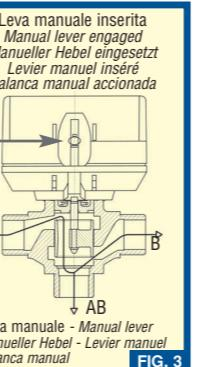

FIG. 3
**USO DELLA LEVA MANUALE** Sul fianco del servomotore si trova una leva che consente di posizionare manualmente l'otturatore in una posizione intermedia (Fig.3). La leva manuale può essere manipolata solo quando si trova nella posizione superiore. La valvola può essere aperta premendo con decisione la leva manuale sia via verso il basso sia verso l'interno, fino a bloccarsi in una posizione intermedia. La valvola è così aperta. Questo è utile nelle fasi di svuotamento e di caricamento dell'impianto o di mancata alimentazione. Il riamolo della leva da manuale ad automatico, avviene automaticamente qualora la valvola sia attivata con l'alimentazione elettrica.
**USING THE MANUAL LEVER** A lever is positioned on the side of the servomotor that permits manual positioning of the shut-off in an intermediate position (Fig. 3). The manual lever can only be maneuvered when it is in its upper position. The valve can be opened by firmly pressing the manual lever both down and in until it locks in an intermediate position. The valve is open in this position. This is useful when filling or emptying the system or when there is a power failure. The lever is automatically reset from manual to automatic whenever the valve is electrically activated.
**BENUTZUNG DES MANUELLEN HEBELS** Seitlich am Servomotor befindet sich ein Hebel, mit dem der Schieber manuell in eine Mittelstellung gebracht werden kann (Abb. 3). Der manuelle Hebel kann nur bedient werden, wenn er sich oben befindet. Das Ventil kann geöffnet werden, wenn der manuelle Hebel kräftig nach unten und nach innen gedrückt wird, bis er in einer Mittelstellung einrastet. Die Wege A und B sind somit geöffnet. Dies ist beim Entleeren und Füllen der Anlage oder bei fehlender Versorgung nützlich. Die Rückstellung des Hebels von manuell auf automatisch erfolgt automatisch, sobald das Ventil bei Stromversorgung aktiviert wird.
**UTILISATION DU LEVIER MANUEL** Sur le côté du servomoteur, se trouve un levier qui permet de positionner manuellement l'obturateur dans une position intermédiaire (Fig. 3). Le levier manuel ne peut être manœuvré que lorsqu'il se trouve en position haute. La vanne peut être ouverte en appuyant fermement sur le levier simultanément vers le bas et vers l'intérieur, jusqu'à son verrouillage en milieu de course. Les voies A et B sont alors ouvertes. Ceci devient utile lors des phases de vidange et de chargement de l'installation ou en cas de coupure de l'alimentation électrique. Le réarmement du levier du mode manuel à celui automatique a lieu automatiquement si la vanne est mise en service grâce à l'alimentation électrique.
**USO DE LA PALANCA MANUAL** En la parte lateral del servomotor se encuentra una palanca que permite colocar manualmente el obturador en una posición intermedia (Fig. 3). Esta palanca manual sólo se puede accionar cuando se encuentra en posición superior. La válvula puede abrirse presionando firmemente la palanca manual tanto hacia abajo como hacia dentro, hasta que quede bloqueada en una posición intermedia. En esta posición las vías A y B están abiertas. Esto es útil en las fases de vaciado y de carga del sistema o en caso de un fallo en la alimentación. El paso de palanca manual a automática se produce automáticamente cuando la válvula se conecta a la alimentación eléctrica.